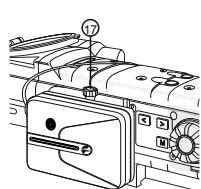

Fig.2
- Brancher la fiche (1) de l'AER au connecteur d'alimentation externe (5) de l'appareil.
- Grâce à l'attachement le modèle EPS31 peut être monté sur la planchette Weaver de l'ANVN (voir Fig. 2).
- Serrer la poignée (17) de montage EPS31.